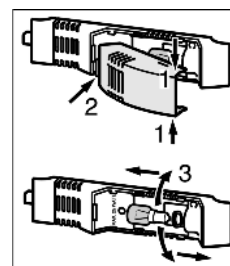

Fig. 8
- ▶ Saisir la protection d'ampoule en haut et en bas *Fig. 8 (1)*.
- ▶ Déclipser à l'arrière et détacher la protection d'ampoule *Fig. 8 (2)*.
- ▶ Remplacer l'ampoule. *Fig. 8 (3)*